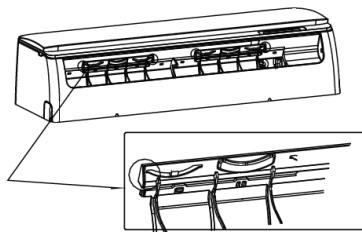

fig. 8 -
Pentru reglarea direcției fluxului de aer orizontal ("fig. 8 -") trebuie acționată manual maneta deflectorului .
2.11 TASTA DE URGENȚĂ ("fig. 8 -")